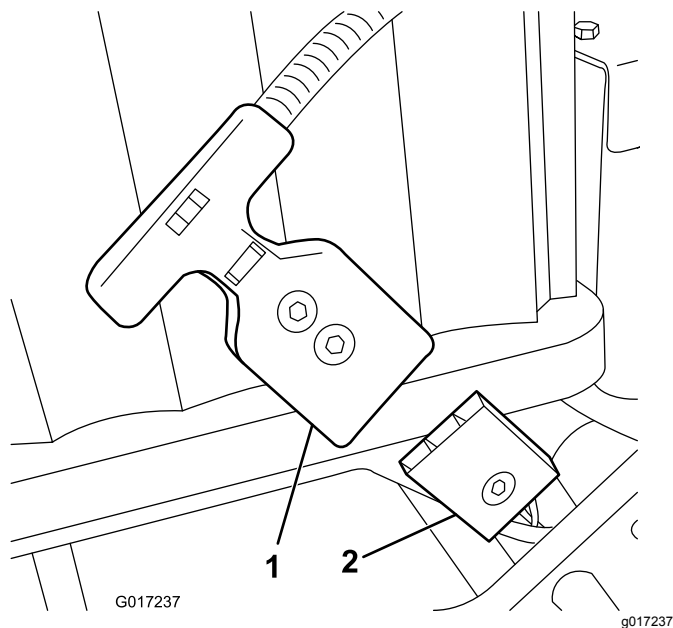

Figure 15
faisceau au bloc batterie avant d'installer ce dernier. Retirez le connecteur d'alimentation principal (Figure 15) du socle de la batterie. Installez le connecteur sur la batterie comme décrit. Installez la batterie sur le socle en faisant passer le faisceau de câblage à travers le trou approprié, puis fixez le connecteur d'alimentation principal au socle de la batterie à l'aide des fixations retirées précédemment.
16. Branchez le connecteur à poignée en T du faisceau de câblage principal au connecteur d'alimentation principal sur le socle de la batterie (Figure 15).